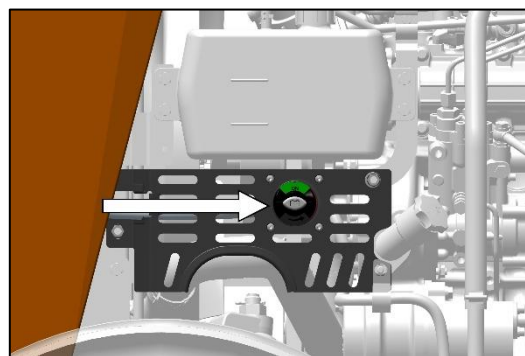

Fig. 319 : EMLACEMENT DE L'INTERRUPTEUR COUPE-BATTERIE
- L'interrupteur coupe-batterie est situé sur le côté gauche du tracteur (voir la figure 319).